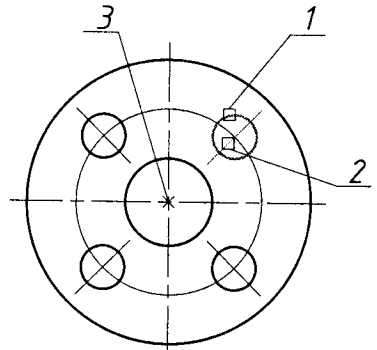

Рис. 12.11
Побудова здійснюється аналогічним чином (рис. 12.11). Спочатку креслиться вихідний об'єкт — коло (1) (команда CIRCLE) та осьова лінія кола (2) (команда XLINE). Кожен об'єкт виконується у своєму шарі.